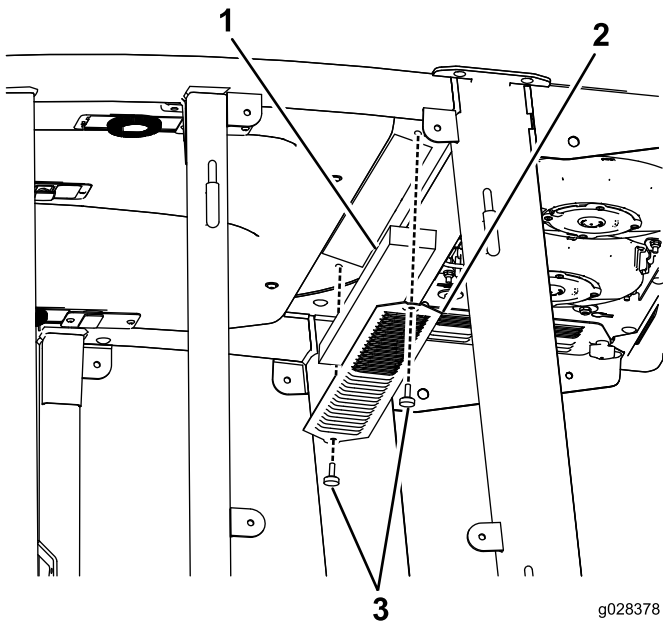

Figure 55
1. Retirez les vis et les grilles des filtres à air intérieur et arrière de la cabine (Figure 55).